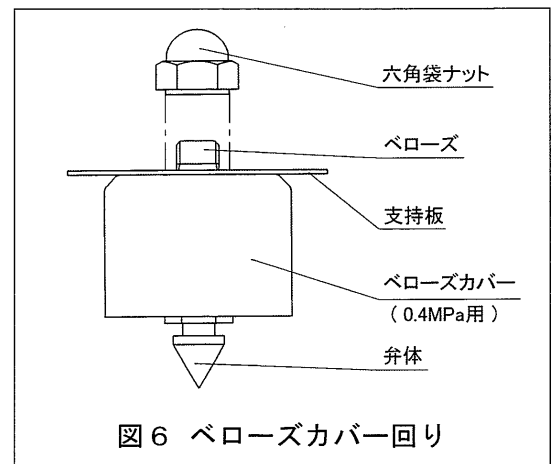

図6 ベローズカバー回り
- (3) 図6に示すように、支持板⑬及びベローズカバー⑭（0.4MPa用のみ）を六角袋ナット⑮でベローズ⑫に取り付けます。この時、六角袋ナットの座に支持板の内径が納まるように取り付け、六角袋ナットをきつくねじ込んでください。その後、支持板が軽く回転するか確認してください。
- (4) ふたガスケット⑰を弁箱⑱とふた⑯の溝にはめ込み、ベローズ回りを弁箱に入れ、ふたをかぶせてください。六角ボルト⑰のネジ部に焼付防止剤を塗布して、均等に締付け（トルク： $2.9\text{N}\cdot\text{m}$ ）てください。
- (5) 製品下部の切換用六角①をスパナ等で回し、切換操作を行って、トラップ機能にしてください。
- (6) 一次側の止め弁を全開にしてください。これで正常なトラップとしての作動になります。